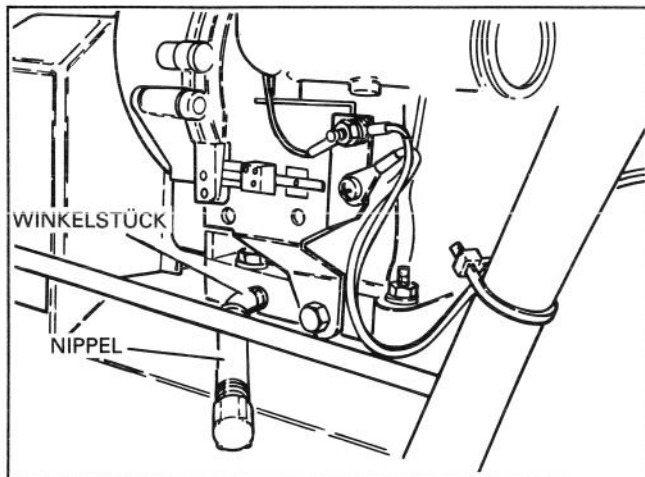

Abb. 4
6. Das Winkelstück links in den Motor einschrauben, so daß es nach hinten und nach unten, ungefähr in einem 45-Grad-Winkel, zeigt (Abb. 4).